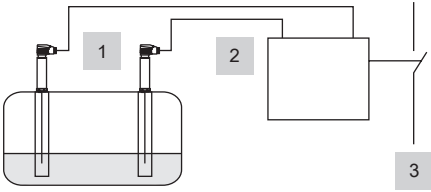

图5.
- 图5. 蒸汽锅炉设备符合EN 12952-07/EN 12953-06，运行72小时